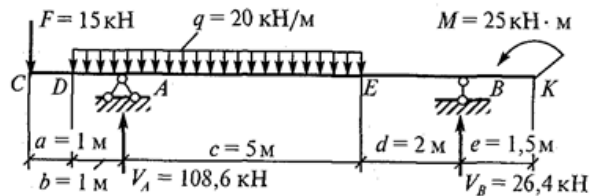

Рис. 25
2. Обозначим характерные сечения балки  $C, D, A, E, B, K$  (рис. 25).